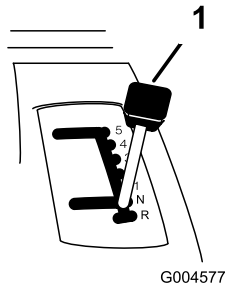

Figura 12
3. Ponga la palanca de velocidad sobre el terreno en punto muerto (Figura 12).